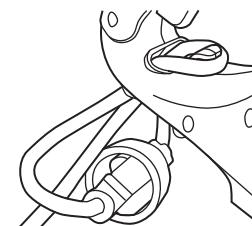

Fig. 2
- Haga un pequeño lazo con la extensión y páselo a través del agujero del cable que está en la empuñadura trasera (Fig. 2).
- Mueva el bucle hacia un lado y sobre el gancho para colgar el cable y hale el cable suavemente para asegurar el bucle en el gancho (Fig. 2). Esto ayuda a evitar que la unidad se desconecte por accidente.
- Saque el bucle de la extensión del gancho del cable (Fig. 2).